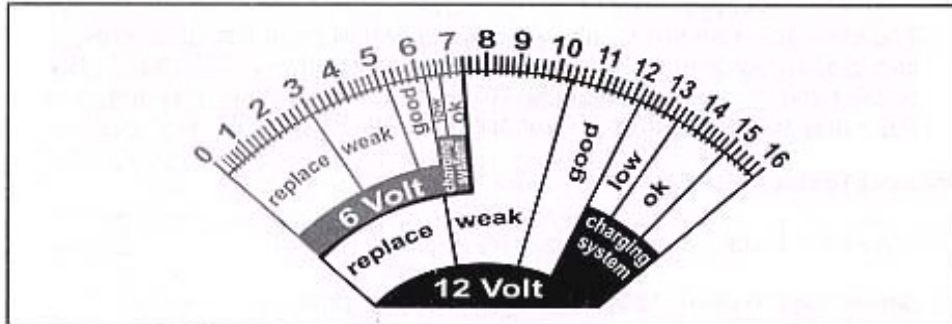
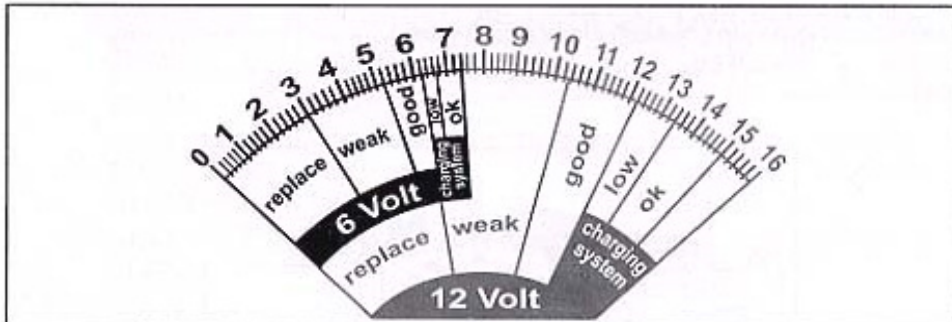

図2 12Vバッテリー テスト結果
図3 6Vバッテリー テスト結果
4. 負荷スイッチを押したままメーターを読み取って下さい(図2、図3)